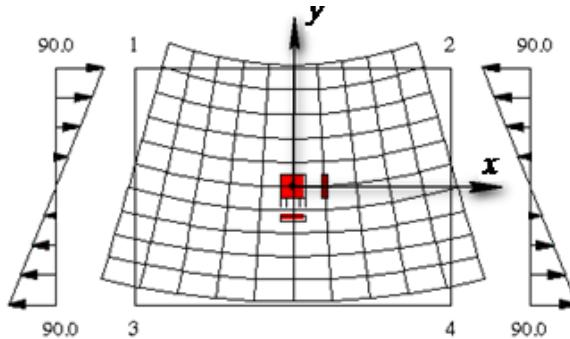

Рис.3.1
3. Напряженно-деформированное состояние пластиинки, показанной на рис. 3.1 представляет собой